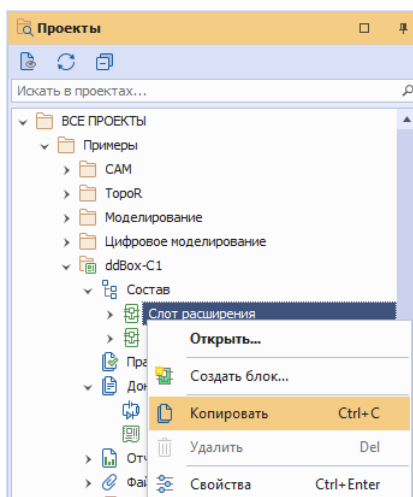

Рис. 244 Копирование блока
1. Выбрать активный проект в дереве проектов на панели «Проекты», перейти в узел «Состав», скопировать блок в буфер, см. Рис. 244.